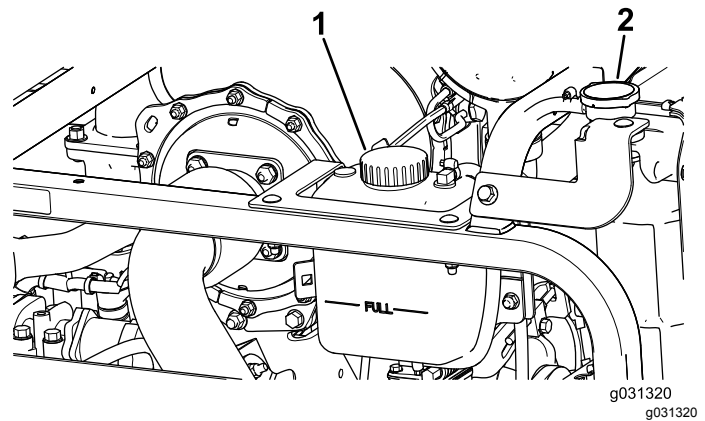

Bild 119
1. Nehmen Sie den Kühlerdeckel und den Deckel des Ausdehnungsgefäßes vorsichtig ab (Bild 119).
2. Prüfen Sie den Kühlmittelstand im Kühler (Bild 119).